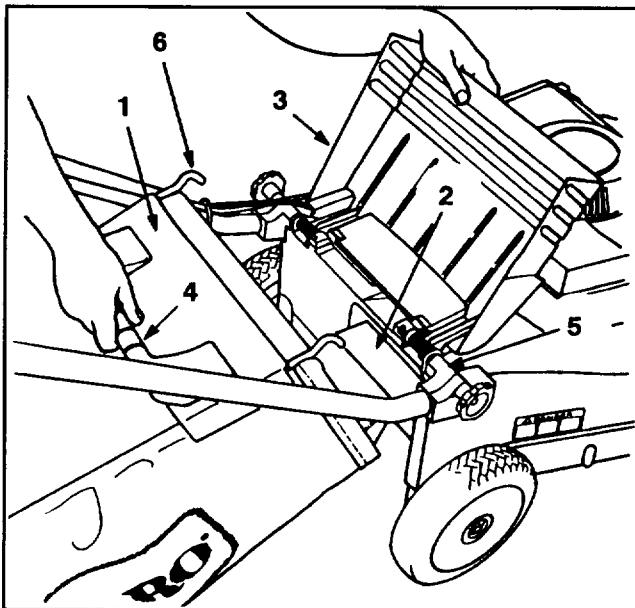

Abbildung 5
1. Die Auswurftülle anheben, den Ansatz des Sacks in die Auswurftüllöffnung schieben und den Sackrahmen auf den Haltebolzen am Gehäuse schieben (Abb. 5).